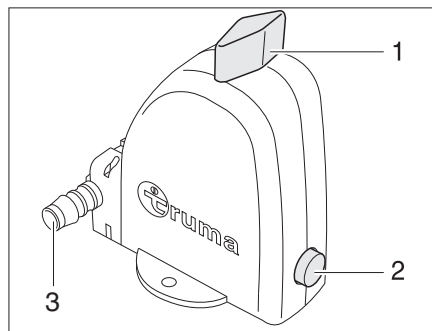

Fig. 307 Válvula de seguridad/purga de la caldera - Posición de funcionamiento
La caldera está equipada con una válvula de seguridad/purga (Fig. 307). La válvula de seguridad/purga evita que el agua de la caldera se congele cuando no esté conectada la calefacción en caso de helada.
- ▷ El tubo de vaciado (Fig. 307,3) de la válvula de seguridad/purga debe estar siempre exento de ensuciamientos (p.ej. follaje, hielo).
- Girar el botón giratorio (Fig. 307,1) en 90° longitudinal a la válvula de seguridad/purga.
El pulsador (Fig. 307,2) salta afuera. La caldera se vacía hacia fuera a través del tubo de vaciado (Fig. 307,3) de la válvula de seguridad/purga
- Girar el botón giratorio (Fig. 307,1) en 90° transversal a la válvula de seguridad/purga.
- Presionar el pulsador (Fig. 307,2).